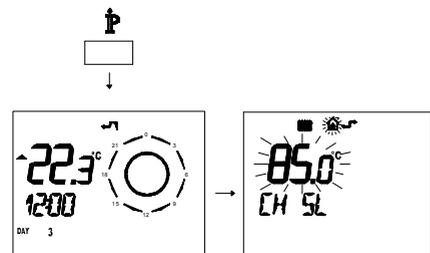

Figura 5.61
- Premere per più di 3 secondi il pulsante \bar{P} per entrare in modalità *INFO* (Figura 5.61).